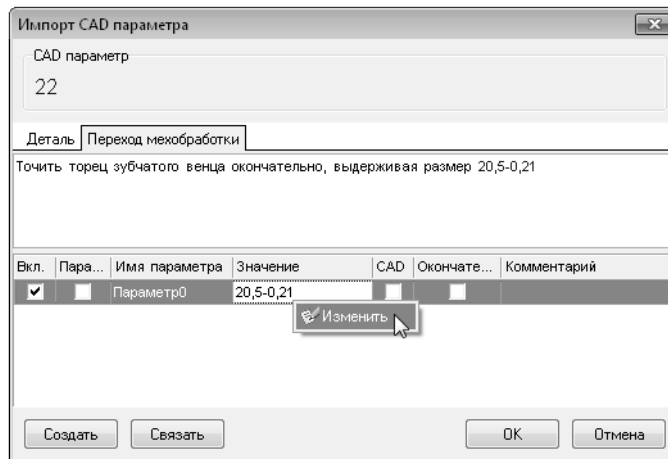

Рис. 13.11.
24. В появившемся диалоге перейдите на вкладку **Переход мехобработки**. Установите курсор на строке параметра и выберите из контекстного меню **Изменить** (рис. 13.11).